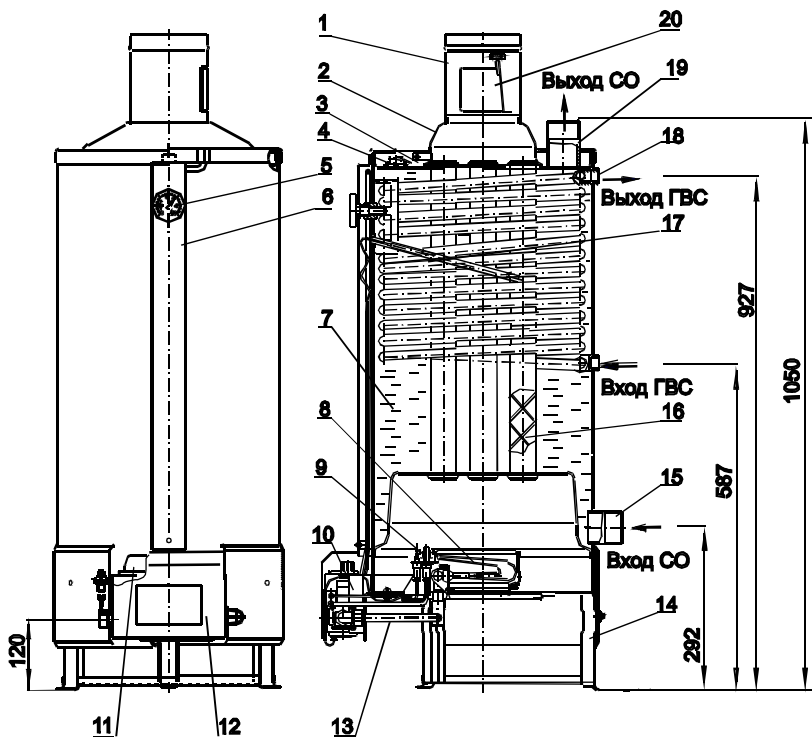
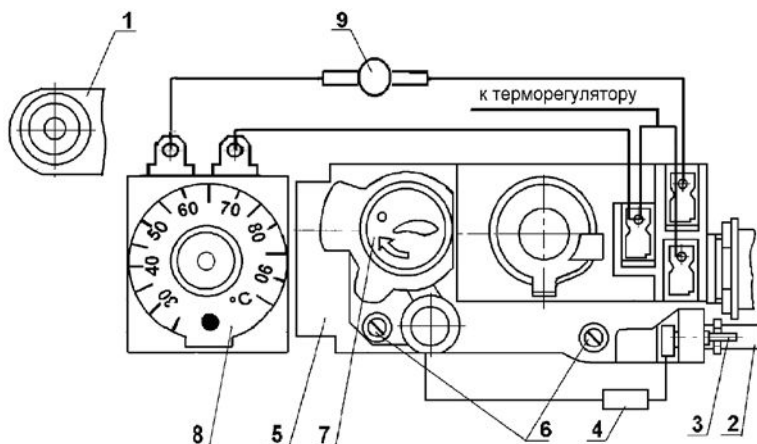

Рис.1 Аппарат комбинированный (отопительный) газовый бытовой Комфорт
Рис.2 Блок управления VS8620C “Honeywell”
4.2 Блок автоматики 5 (Рис.2) VS8620C или блок автоматики 5 (Рис.3) SIT 820 NOVA представляет собой электромеханическое устройство и служит для подачи газа к запальнику и горелке, регулирования температуры воды в аппарате и автоматического отключения подачи газа при:
4.3 Термостат 8 (Рис.2) или (Рис.3), соединенный проводами с блоком и автоматикой по перегреву 4 (Рис.1), обеспечивает автоматическое плавное включение основной горелки, а при достижении заданной температуры воды в теплообменнике производит полное отключение основной горелки.
- 4.4 Автоматика по перегреву 9 (Рис.2) или (Рис.3) (термостат предельного нагрева), соединенная проводами с блоком VS8620C или блоком автоматики SIT 820 NOVA и термостатом 8 (Рис.2) или (Рис.3), обеспечивает автоматическое предохранительное отключение подачи
газа на основную горелку при достижении температуры воды в баке-теплообменнике аппарата $93\text{ }^{\circ}\text{C} \pm 100\text{ }^{\circ}\text{C}$ (в случае выхода из строя термостата 8 (Рис.2) или (Рис.3) или ошибочной настройки его на температуру выше $90\text{ }^{\circ}\text{C}$).
4.5 Тягопрерыватель 1 (Рис.1) предназначен для автоматической стабилизации величины разрежения в топке аппарата, т.е. уменьшения влияния колебания величины разрежения в дымоходе на тягу в топке аппарата.
4.6 Автоматика по тяге состоит из датчика тяги (биметаллическая пластина с микровыключателем), укрепленного на крышке бака, и проводов, соединяющих микровыключатель с блоком автоматики 5 (Рис.2) или (Рис.3).
5.9 Во избежание самопроизвольного срабатывания датчика тяги кожух 2 (Рис.1) не должен касаться биметаллической пластины датчика тяги.
6.12 Проверьте работу пьезорозжига. При нажатии на кнопку пьезорозжига 1 (Рис.2) или (Рис.3) должна проскакивать искра между электродом свечи пьезорозжига 1 (Рис.4) и запальником 4 (Рис.4).
6.15 Настройте термостат 8 (Рис.2) или (Рис.3) на необходимую температуру воды в котле.